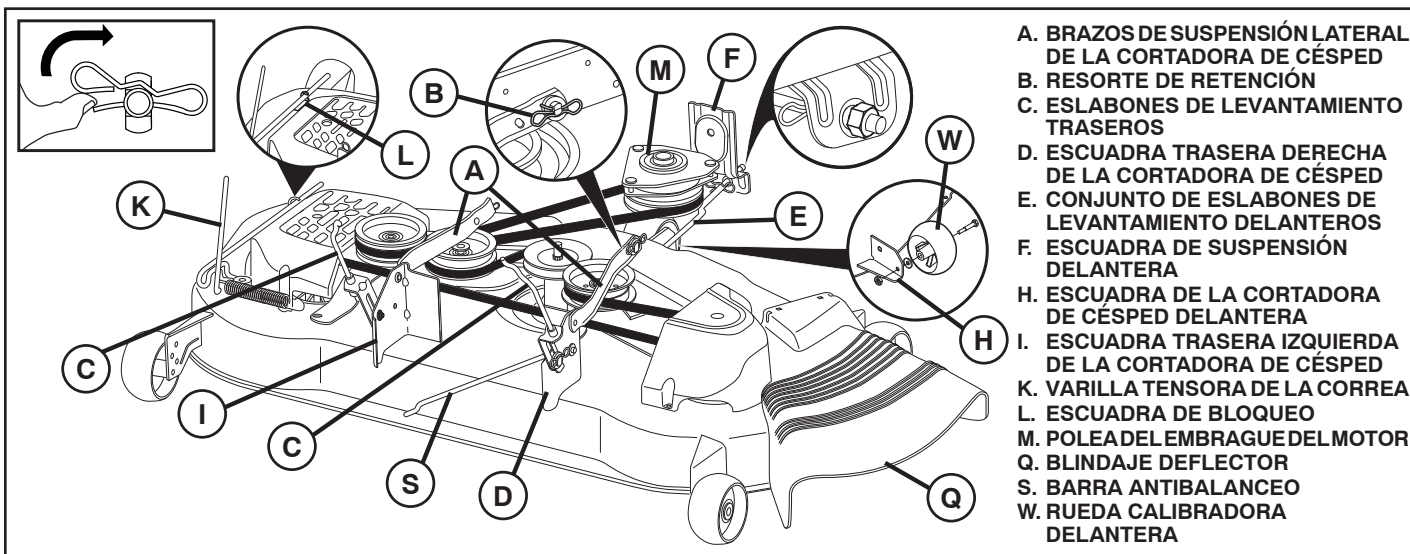

Fig. 8
9. INSTALE LA CORREA EN LA POLEA DEL EMBRAGUE DEL MOTOR (M) (Vea Fig. 8 y 15)
- Desenganche la varilla tensora de la correa (K) de la escuadra de bloqueo (L).
- Instale la correa en la polea del embrague del motor (M)